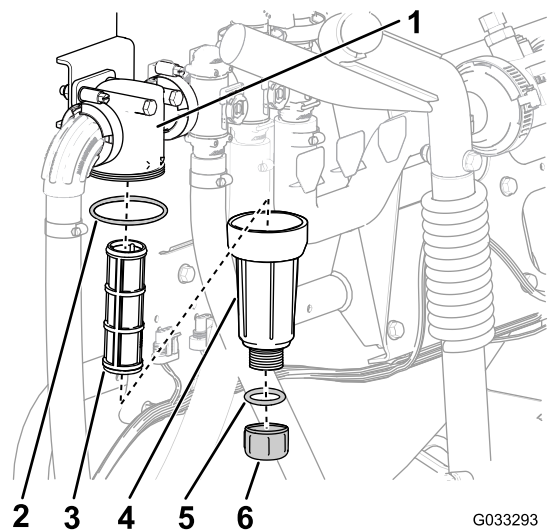

Figura 15
2. Allineate una bacinella di spurgo sotto il filtro della pressione (Figura 15).
3. Ruotate il tappo di spurgo in senso antiorario e rimuovetelo dal pozzetto del filtro della pressione (Figura 15).
4. Ruotate il pozzetto in senso antiorario e rimuovete la testa del filtro (Figura 15).
5. Rimuovete l'elemento del filtro della pressione (Figura 15).
7. Controllate la guarnizione del tappo di spurgo (situato all'interno del pozzetto) e la guarnizione del pozzetto (situato all'interno della testa del filtro) per escludere danni e usura (Figura 15).
8. Montate l'elemento del filtro della pressione nella testa del filtro (Figura 15).
9. Montate il pozzetto sulla testa del filtro e serrate manualmente (Figura 15).
10. Montate il tappo di spurgo sul raccordo nella parte inferiore del pozzetto e serrate il tappo manualmente (Figura 15).